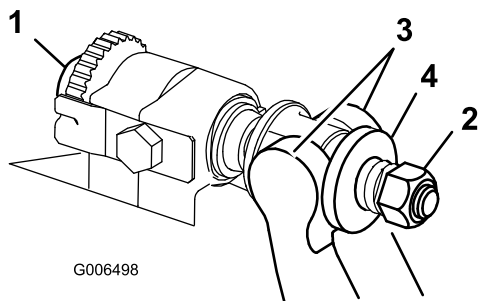

図 13
1. ベッドバー調整ねじを左に回して下刃とリールの接触を完全になくす図 13。
2. スプリングテンション・ナットをゆるめて、ワッシャがベッドバーを全く押さないようにする図 13。